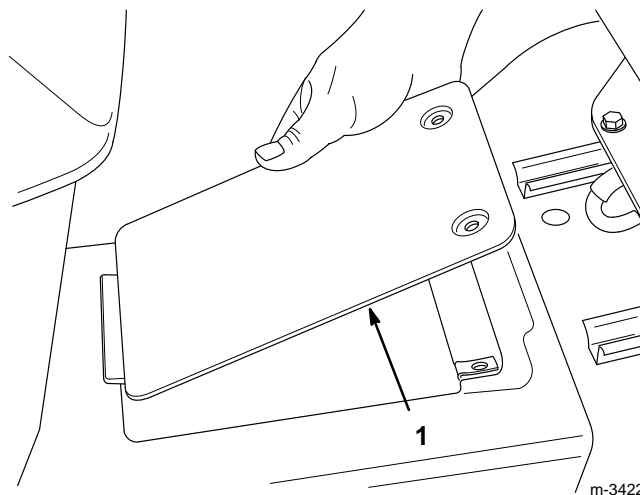

Figure 33
3. Dévisser les deux vis et soulever la trappe d'accès à l'arbre de transmission, sur le tunnel du tracteur, près du siège (Fig. 33).